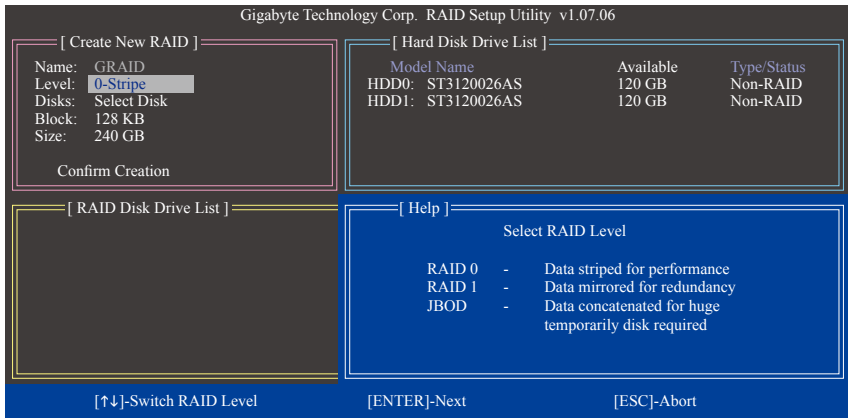

图5
请在「Create New RAID」区依序设置制作磁盘阵列所需的信息。(图5)
2. 选择要制作的磁盘阵列模式(Level): 以<↑>或<↓>键选择欲制作的磁盘阵列模式，选项有RAID 0 (Stripe)、RAID 1 (Mirror)及JBOD (图5)。完成后按<Enter>键移至下一步骤。